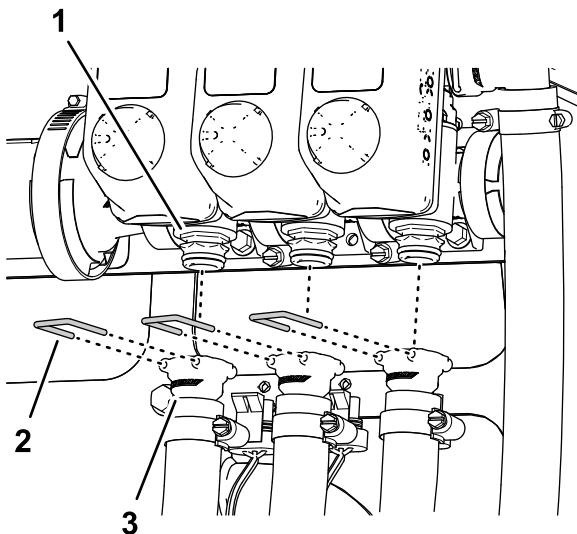

Figura 35
6. Rimuovete i dispositivi di fissaggio che fissano gli accoppiatori rapidi dei flessibili di alimentazione di sinistra, destra e centrale dagli accoppiatori rapidi delle valvole di sezione di irrorazione (Figura 35).
7. Rimuovete i flessibili di alimentazione delle sezioni di sinistra, destra e centrale dagli accoppiatori rapidi delle valvole di sezione di irrorazione e rimuovete i flessibili dalla macchina (Figura 35).